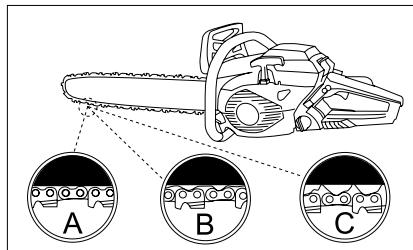

Abb. 10
Schauen Sie auf die Abb. 10, wo die richtige Spannung bei der kalten Kette (A), warmen Kette (B) sowie der Kette, deren Spannung zu regeln ist (C) gezeigt werden.